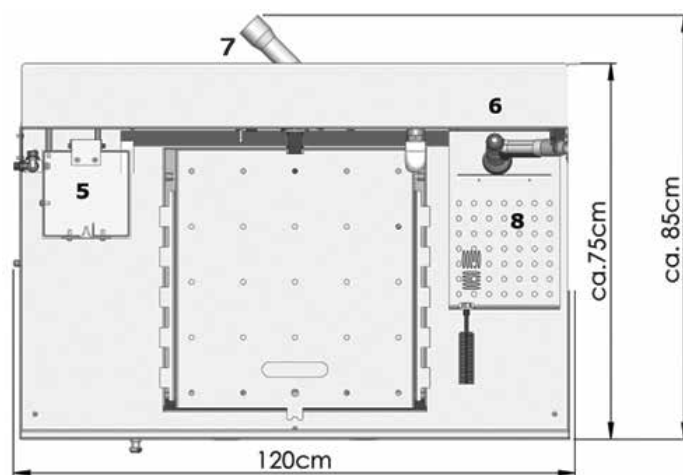

Fig. 2
- Nettoyage des outils sur la station de nettoyage de pinces (station en option = accessoires) (8) fig. 2, 7